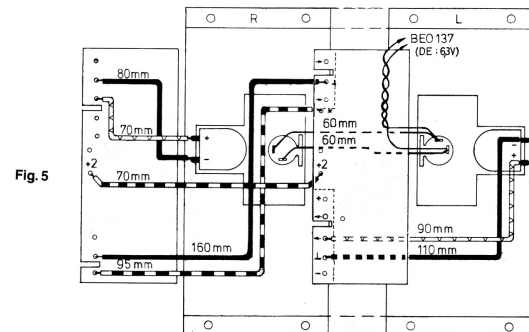

Fig. 5
9. Kies nu groene, blauwe en zwarte draad, en maak de verschillende verbindingen zoals in fig. 5. De lengte van elke verbinding is aangeduid op de tekening.